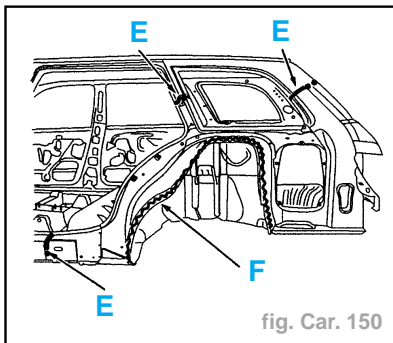

fig. Car. 150
- Retoucher les coupes (suivant **E**) (fig. Car. 150) (coupe définitive).